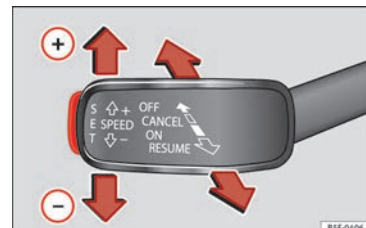

Fig. 49 A la izquierda de la columna de la dirección: tercera palanca para el manejo del GRA.
- Conectar el GRA: sitúe la tercera palanca en **ON** »» **fig. 49**. El sistema se enciende, pero no regula por no tener programada ninguna velocidad.
- Activar el GRA: pulse el botón **SET** »» **fig. 49**. Memoriza y regula velocidad actual.
- Desconectar el GRA temporalmente: mueva la palanca hasta **CANCEL** »» **fig. 49** y suéltela o
- Conectar el GRA de nuevo: mueva la palanca hasta **RESUME** »» **fig. 49** y suéltela. La velocidad memorizada se guarda y regula de nuevo.
- Desconectar el GRA: mueva la tercera palanca hasta la posición »» **fig. 49** a **OFF**. Se desconecta el sistema y la velocidad memorizada se borra.